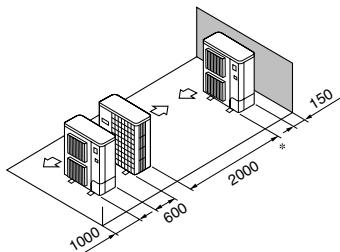

Fig. 2-12
⑤ Disposizione di unità singole parallele (Fig. 2-12)